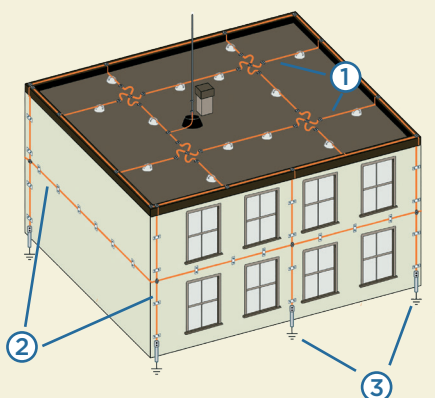

Рисунок 2.
- Молниеприемная сетка — совокупность проводников, расположенных на кровле здания с фиксированным шагом (рис. 2);